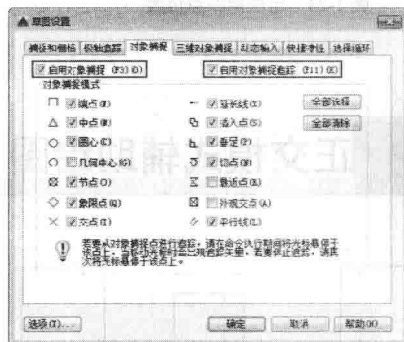

图 1-19 设置捕捉追踪参数
step03 在状态栏的按钮上单击右键,从弹出的按钮菜单中选择【对象捕捉设置】选项,打开【草图设置】对话框,分别勾选【启用对象捕捉】和【启用对象捕捉追踪】功能选项,并设置捕捉模式,如图1-19所示。